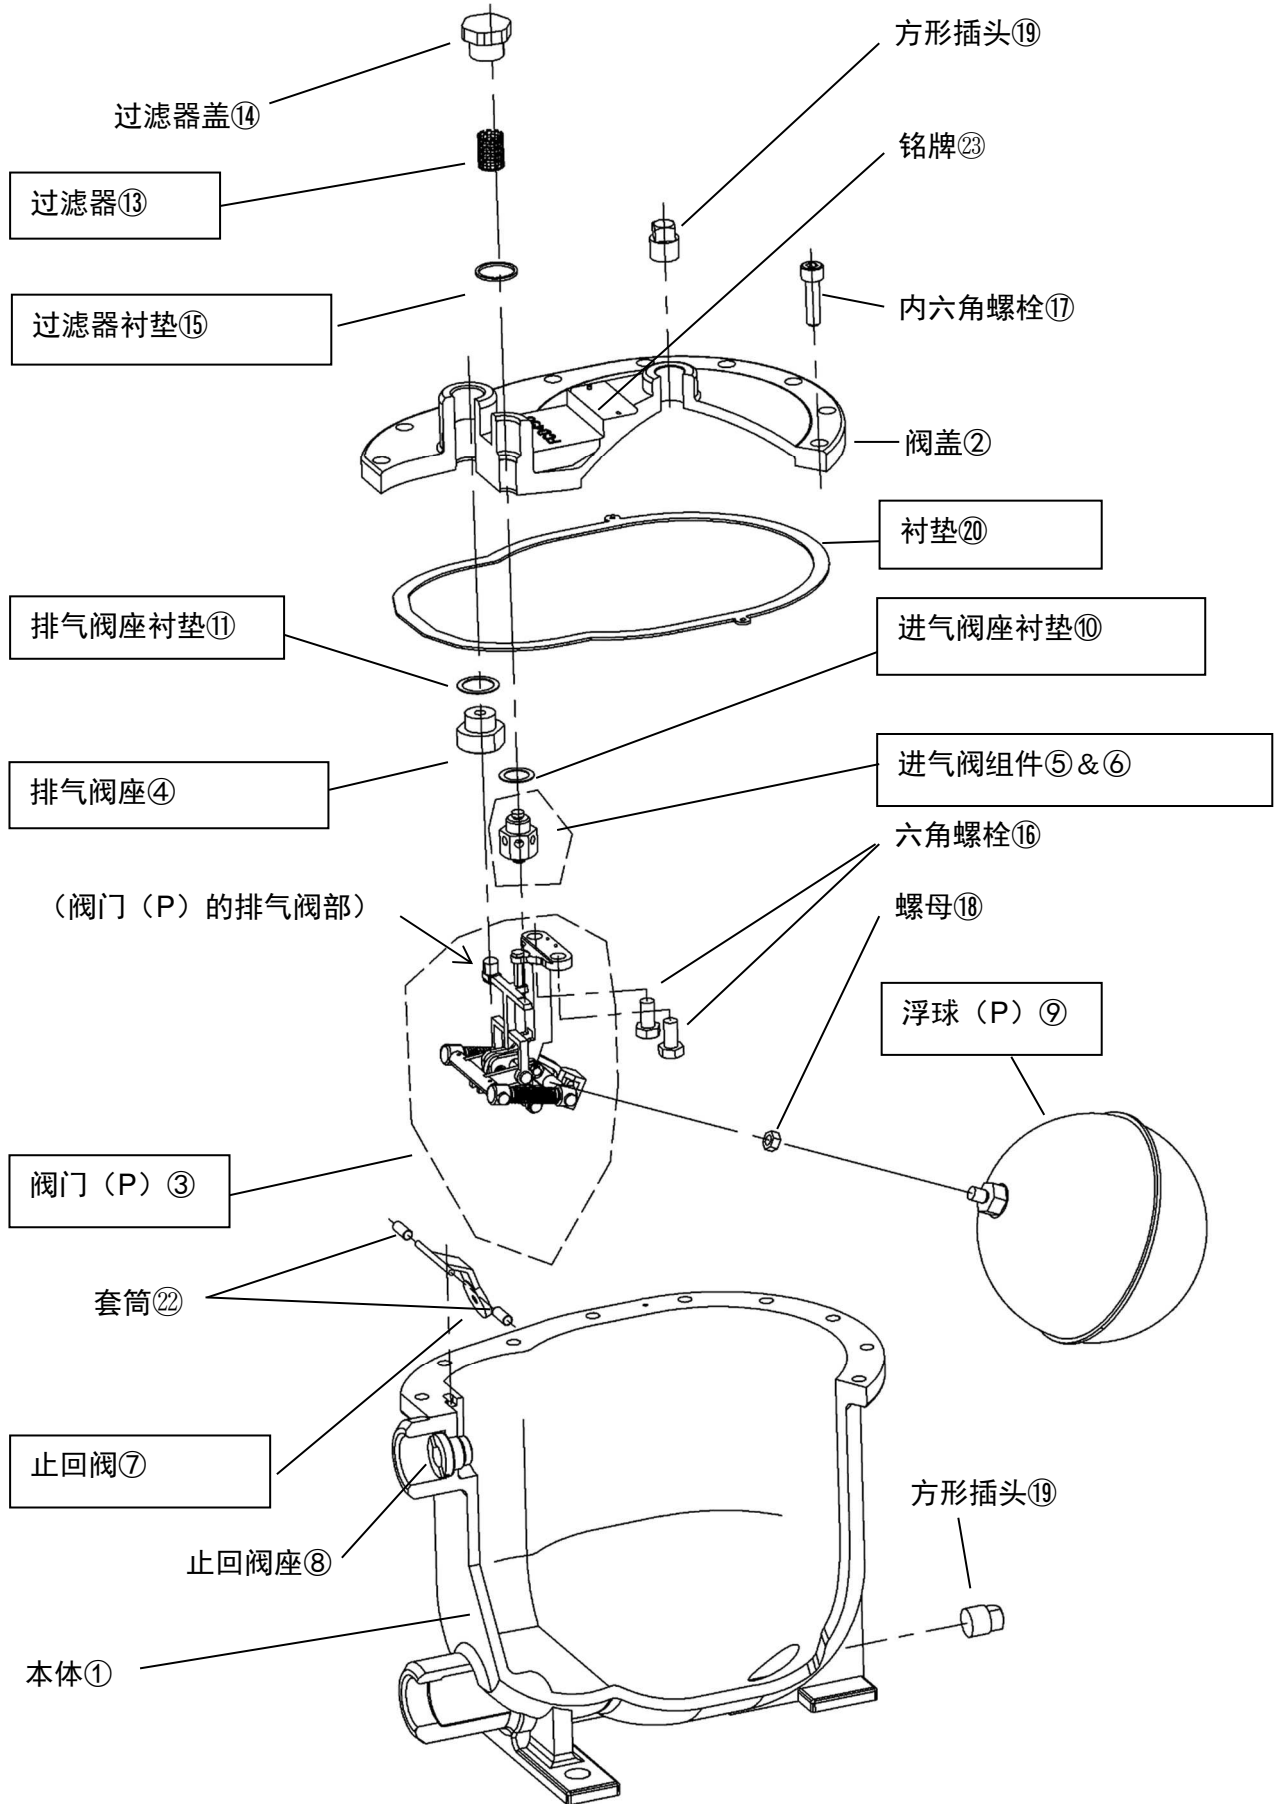

图 6.分解图
8.4.2 拆解方法（参照图 6）
8.4.3 组装方法（参照图 6）